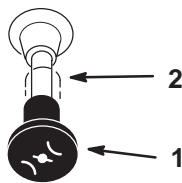

Figure 15
7. Lorsque le moteur a démarré, amenez progressivement la manette de starter en position hors service (Fig. 15). Si le moteur cale ou hésite, ramenez la manette de starter à la position en service pendant quelques secondes. Réglez ensuite le levier d'accélérateur à la position voulue. Répétez l'opération si nécessaire.